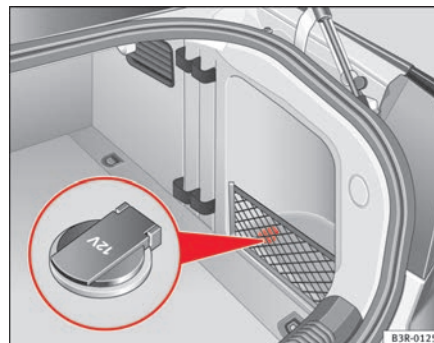

Fig. 128 Detalle del revestimiento lateral del maletero: Toma de corriente de 12 voltios
- Eleve la tapa de la toma de corriente ⇒ fig. 128.